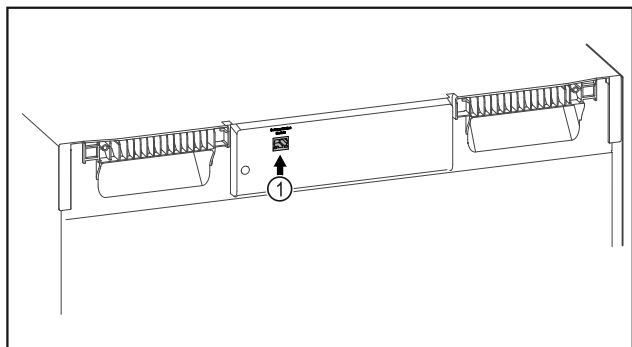

Fig. 79
- SmartModule Fig. 79 (1) se rabi.